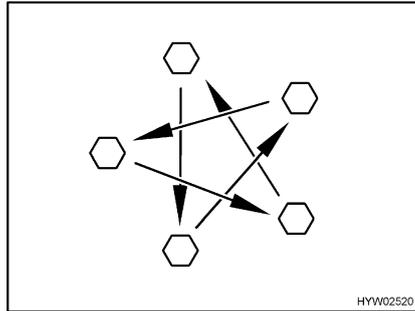

Bild 320 Radmuttern oder Radschrauben über Kreuz anziehen
- Radmuttern oder Radschrauben regelmäßig auf festen Sitz prüfen. Radmuttern oder Radschrauben eines ausgewechselten Rades nach 50 km nachziehen (Bild 320). Anziehdrehmoment siehe Abschnitt 14.5.2.
- Wenn neue oder neu lackierte Felgen verwendet werden, die Radmuttern oder Radschrauben zusätzlich nach ca. 1000 bis 5000 km nachziehen (Bild 320).
- ▷ Radmuttern oder Radschrauben über Kreuz anziehen (Bild 320).